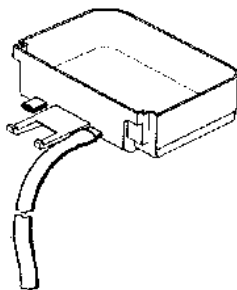

Рис. 3
11. Каждый поддон имеет две мембранные пробки: если необходим постоянный слив, сделайте отверстие в одной из сливных пробок и подсоедините ее к гибкому сливному шлангу (см. рис. 3).